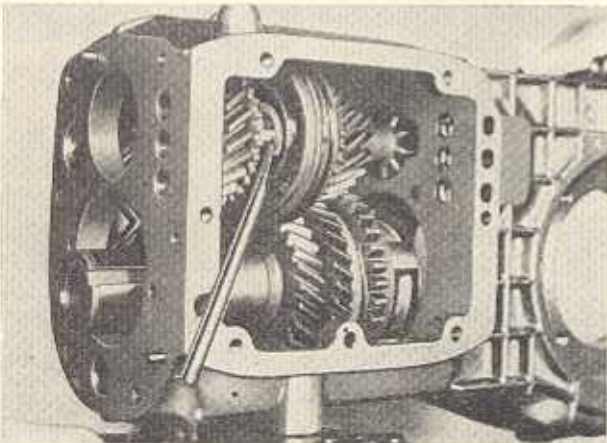

Bild G 62. Sichern des Synchronkörpers mit Sprengring
4. Antriebswelle nach hinten zurücknehmen, und jetzt erst wird der Sprengring in die vorhandene Nut eingedrückt (Bild G 62).